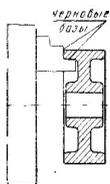

Рис. 146 Черновые базы шкива
1. Для деталей, у которых обрабатываются не все поверхности, в качестве черновой базы необходимо принимать поверхности, не подлежащие обработке, чтобы обработанные поверхности располагались правильно относительно необработанных. Например, у литых зубчатых колес, шкивов, тормозных дисков и т. п. за черновую базу принимаются внутренние поверхности обода и торцовые поверхности, как показано на рис. 146.